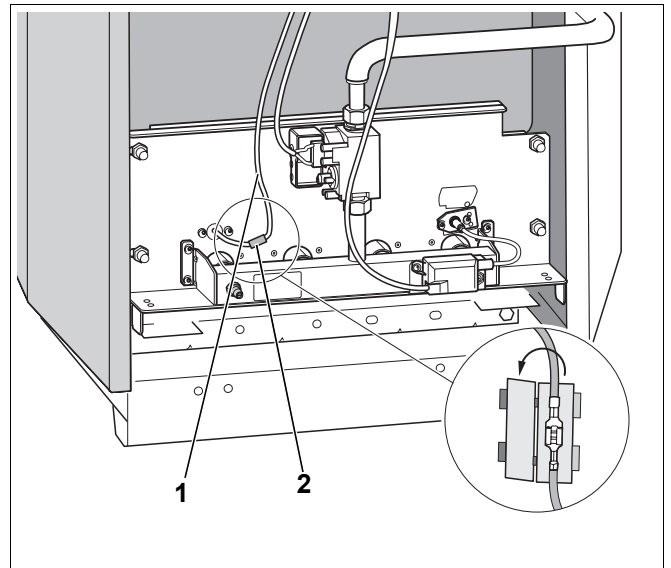

Fig. 29 Îndepărtarea protecției la atingere
- Se înlătură protecția la atingere (Fig. 29, **Poz. 2**) de la cablul de supraveghere (Fig. 29, **Poz. 1**) și se scoate ștecherul.